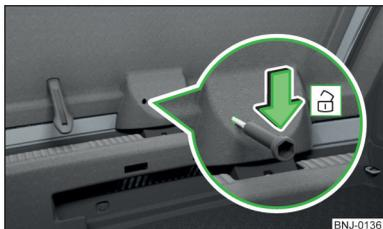

Abb. 174
- › In die Öffnung in der Verkleidung » Abb. 174 einen Schraubendreher oder ein ähnliches Werkzeug bis zum Anschlag einführen.